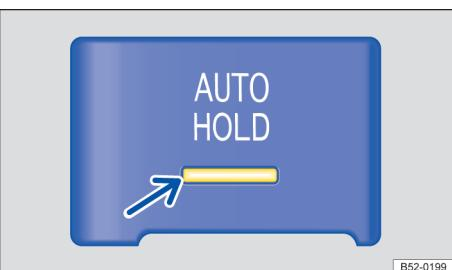

Fig. 157 No console central: botão do Auto Hold.
- Pressionar o botão . A luz de controle no botão  → Fig. 157 se acende em amarelo. O Auto Hold está pronto para funcionamento, porém o veículo não é obrigatoriamente mantido parado → .
- Pressionar o botão  →  → Fig. 157 se apaga.